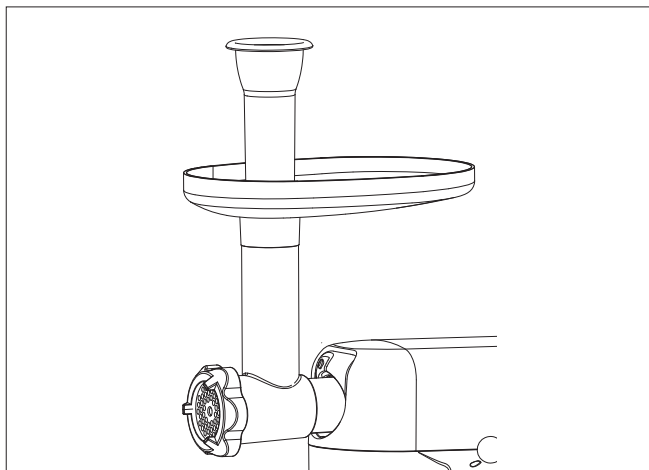

Fig. 18 – Tritacarne montato con vassoio e pestello
3. Inserire il vassoio dall'alto sulla bocchetta di riempimento dell'alloggiamento per coclea (vedere Fig. 18).